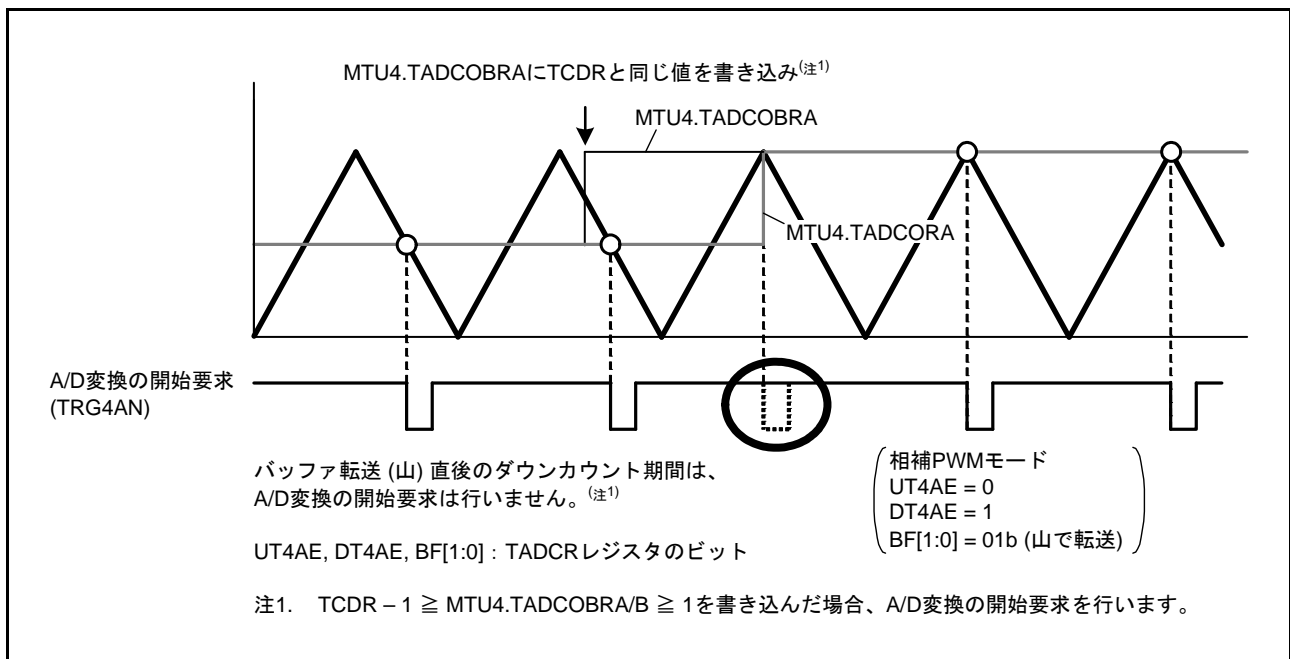

図 20.126 MTU4.TADCOBRA に TCDR と同じ値を書き込んだときの A/D 変換の開始要求
- MTU4.TADCOBRA, MTU4.TADCOBRB レジスタに TCDR レジスタと同じ値、かつ、MTU4.TADCR レジスタの DT4AE, DT4BE ビットに“1”を設定して、MTU4.TCNT カウンタの山でバッファ転送したとき、転送直後のダウンカウント期間については A/D 変換の開始要求を行いません (図 20.126)。